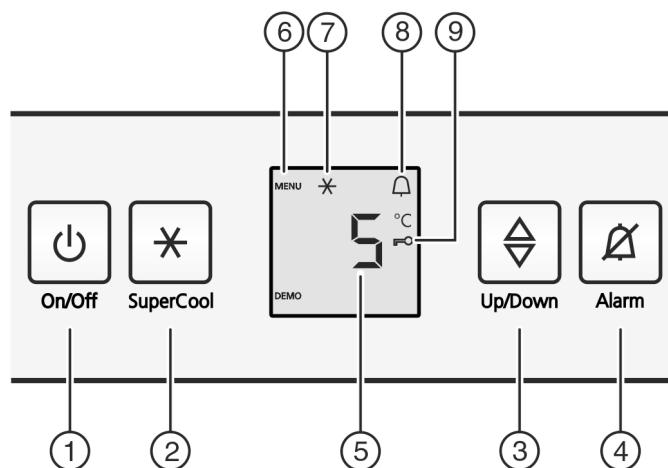

Fig. 2
- ▶ Stiskněte tlačítko On/Off Fig. 2 (1).
- ▶ Stiskněte tlačítko SuperCool Fig. 2 (2) asi na 5 sekund.
- ▷ Na displeji se zobrazí Symbol menu Fig. 2 (6).
- ▶ Potvrďte krátce tlačítkem SuperCool Fig. 2 (2).
- ▷ Na displeji svítí Symbol dětské pojistky Fig. 2 (9).
- ▶ Stiskněte krátce tlačítko On/Off Fig. 2 (1).
- ▶ Stiskněte tlačítko Alarm Fig. 2 (4).
- ▶ Vyvolání funkce teploty: Stiskněte seřizovací tlačítko Fig. 2 (3).
- ▶ Změna teploty v krocích po 1 °C: Seřizovací tlačítko Fig. 2 (3) stiskněte tolikrát, až na ukazateli teploty svítí požadovaná teplota.
- ▶ Krátce stiskněte tlačítko SuperCool Fig. 2 (2).
- ▷ Symbol SuperCool Fig. 2 (7) na ukazateli svítí.